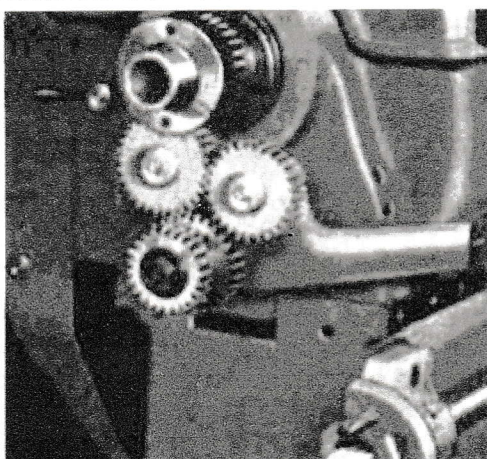

FIG. 13
- 2 Montez le pignon de 24 dents sur l'axe de l'inverseur. Fig. 13.